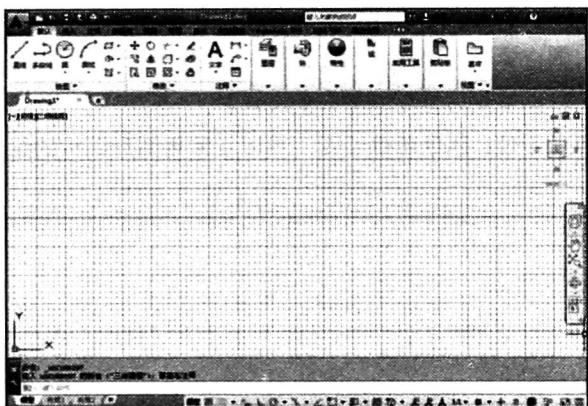

图 1-1 AutoCAD 2015 经典工作界面
- 启动 AutoCAD 2015 软件后，选择【草图与注释】作为初始工作空间，即可进入如图 1-1 所示的空间界面。